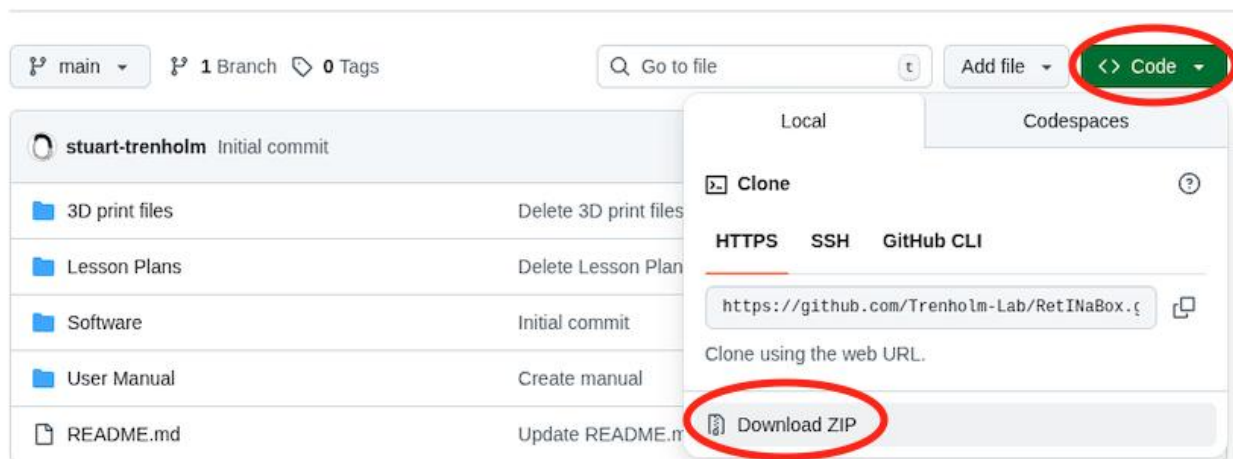

Рисунок 28. Загрузка программного обеспечения РетнаБокс с GitHub.
- b. Скачайте ZIP-архив репозитория, нажав зелёную кнопку «Код», а затем кнопку «Скачать ZIP-архив» (**Рис. 28**). После загрузки ZIP-архив появится в папке «Загрузки» под именем РетнаБокс -main.zip.